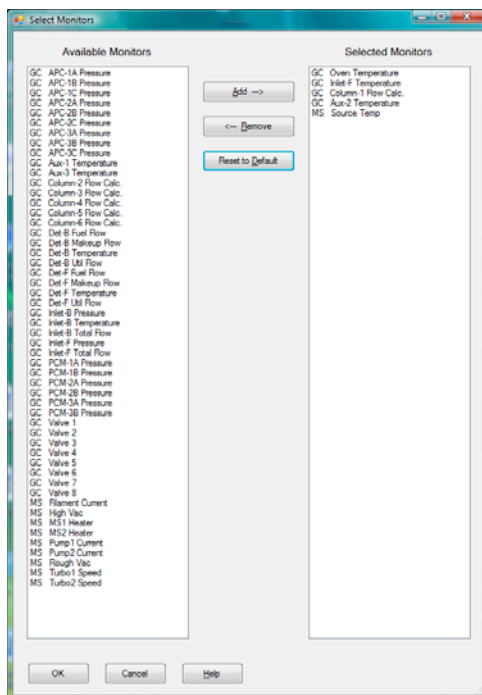

図 6 MS モニタの設定
- 1 [ メソッド (Method)] > [ モニタ編集 (Edit Monitors)] を押して、[ モニタ選択 (Select Monitors)] ダイアログボックスを表示します。図 6 を参照してください。